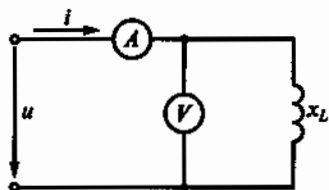

Рис. 93
3.47. Напряжение на зажимах цепи, показанной на рис. 93, $u = 100 \sin 314t$. Каковы показания амперметра и вольтметра, если $x_L = 100 \text{ Ом}$?